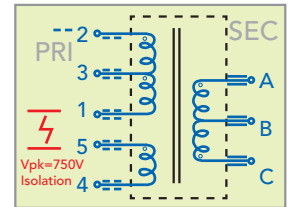

图7.2；变压器初级工艺不良，导致绝缘不良
**变压器：**当电子产品在常态电压使用时，若内部初级电路绝缘不良，导致初级端的绕组长期处于电晕放电状态，在经过一段时间后，必然会影响绝缘能力。电源变压器就是一个例子，目前部份电源变压器之设计，多会保留一组辅助线圈予其他电路使用，如图 7.2所示，在长期的  $V_{pk}=750V$ 下，当制作工艺不良，如绝缘胶带加工不良，套管不良等，导致持续性电晕性放电发生，初级绕组阻间的绝缘能力将会有所影响，进而漆包碳化而烧毁。